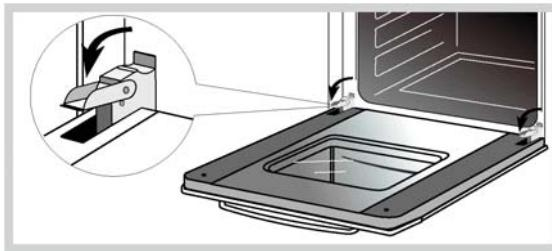

Рис.13
- поднимите и поверните до упора рычаги, расположенные на двух шарницах (рис. 13),